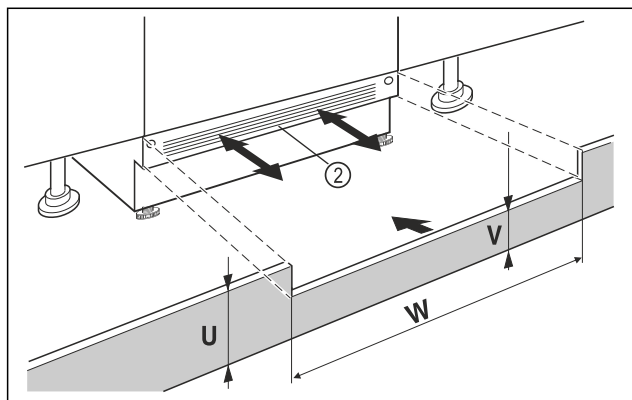

Fig. 11 Eksempelfremstilling
- Sett på apparatsokkelpanelet Fig. 11 (2) men vent med å feste det.
- Ved synlig sokkelpanel Fig. 11 (2), må du trekke det så langt fremover at forkanten og møbelsokkelpanelet danner et nivå.
- Ved tildekket sokkelpanel Fig. 11 (2), må det skyves helt bakover.
- Forsikre deg om at ventilasjonsåpningene er helt frie: Ved behov må du skjære til høyden til møbelsokkelpanelet Fig. 11 (U)!
- Langs nisjebredden Fig. 11 (W) må du tilpasse steghøyden Fig. 11 (V) under apparatsokkelpanelet Fig. 11 (2).